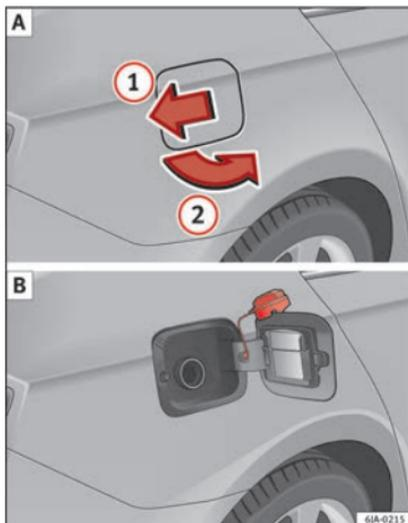

Fig. 48 Parte traseira do veículo, lado esquerdo: tampa do depósito/tampa do depósito com o tampão desenroscado.
- Pressione sobre a tampa do depósito no sentido da seta ① » **Fig. 48 A** e abra a tampa no sentido da seta ②.
- Fixe-a na parte superior da tampa do depósito » **Fig. 48 B**.